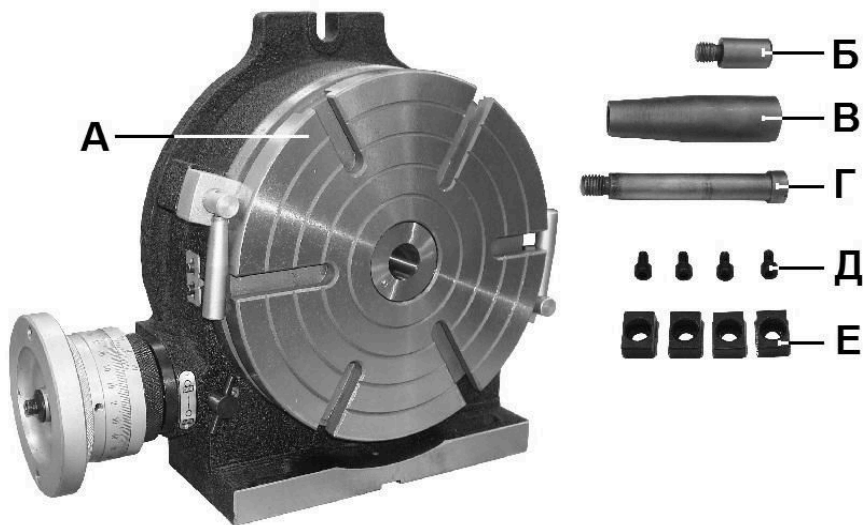
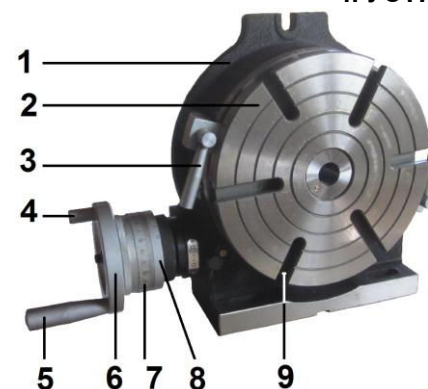

Рис. 1
Рис. 2
4.1. Установите на маховике (6) (Рис. 2) из комплекта поставки (Рис. 1) ручку с резьбой (Б, 4) и ручку (В, 5) винтом (Г).
5.2. Для выполнения работ с использованием центра, Рис. 5, в центральное отверстие рабочего стола (2), Рис. 2, вставьте центр с хвостовиком, выполненным в виде конуса Морзе № 3.
6.1. Вращение маховика (6) через редуктор передаётся рабочему столу (2) в соотношении 1:90, т.е. 90 оборотов маховика (6) соответствуют одному полному обороту рабочего стола на 360°. Один полный оборот маховика (6) равен повороту рабочего стола (2) на 4° ($360^\circ : 90 = 4^\circ$), Рис. 2, 7а, 7б.
6.2 Рабочий стол (2) оборудован шкалой (17), показывающей угол поворота рабочего стола (2) по метке (18), Рис. 2, 7а, 7б.
6.3. Точные показания угла поворота устанавливаются по лимбу (7) - цена деления = 1' и нониусу (8) - цена деления = 10" (Рис. 2).
6.8. Установите кольцо нониуса (21) в рабочее положение, для чего поворачивайте его назад против часовой стрелки до сцепления шестерен редуктора. Зафиксируйте винт (23). Совместите метку (18) с меткой на шкале нониуса (8), и зафиксируйте положение двумя зажимами (3) (Рис. 2, 10).